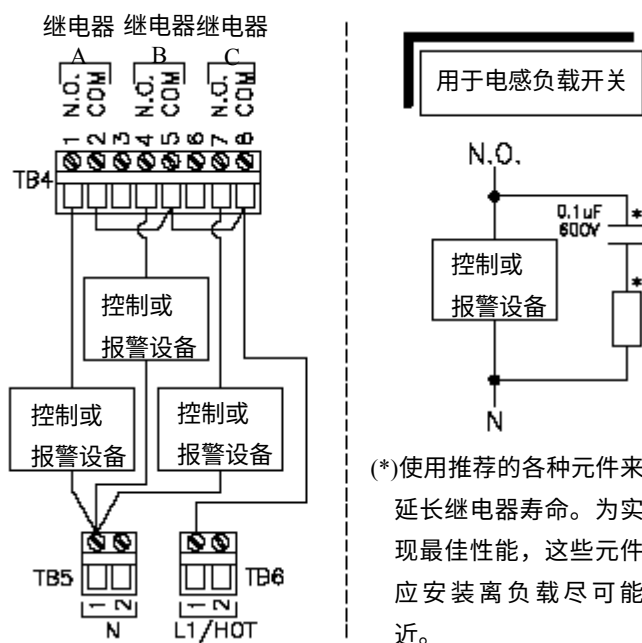

图 2-6 连接控制/报警装置到固态交流继电器
在 TB4 的接线端 1~8 共提供三路 SPST（单刀单掷）固态交流 (AC) 继电器输出（继电器 A、B 和 C）——除了接线端 3 和 6 没有用到。通用的接线排列参见图 2-6。
**注意：**这些固态交流 (AC) 输出要求 24~250 VAC、至少 0.02 amps RMS 的供电。